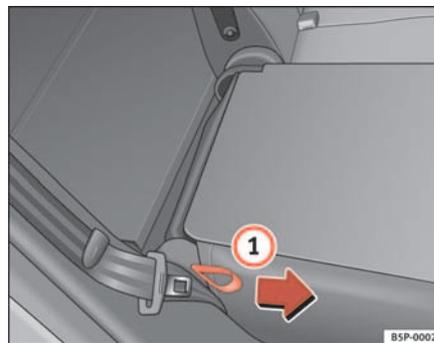

Fig. 98 Abatir o levantar el respaldo del asiento posterior
- Tire del lazo situado en el lateral del asiento ⇒ fig. 98 ① en la dirección de la flecha y levante el respaldo hasta que encastre.